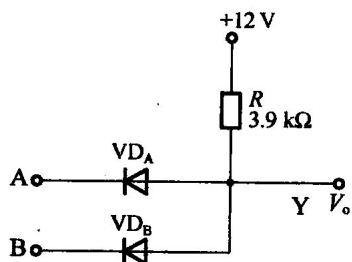

图 1-6
1. 在图 1-6 中, 二极管的正向压降可忽略不计, 试求下列几种情况下输出端 Y 的电位 V_o 以及各元件 (R, VD_A, VD_B) 中流过的电流: